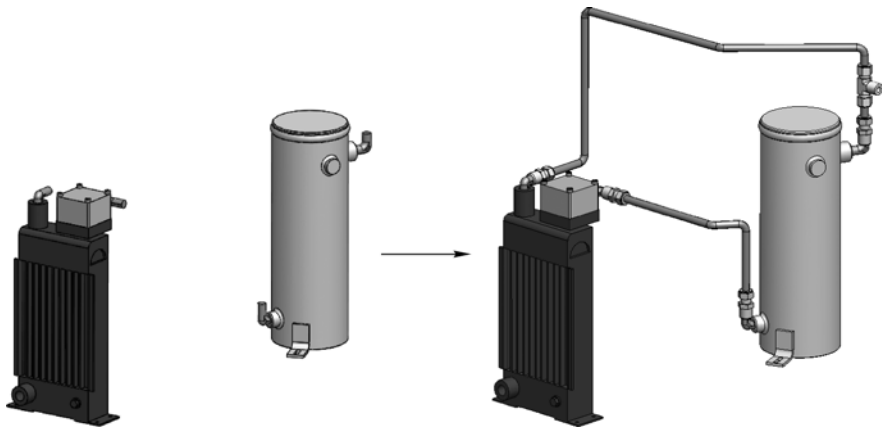

图 3-39 素材文件和布管效果
(2) 打开本书提供的素材文件“暖气系统.SLDASM”, 如图 3-39 左图所示, 使用本章所学的知识, 执行布管操作, 效果如图 3-39 右图所示。